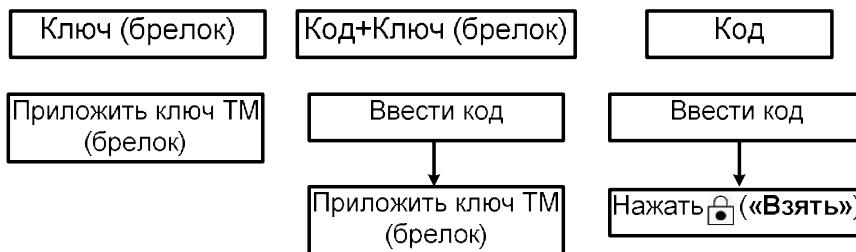

Рисунок 2.20 - Постановка под охрану без выбора ШС
- Если необходимо поставить под охрану все ШС без выбора, следует (см. рисунок 2.20):